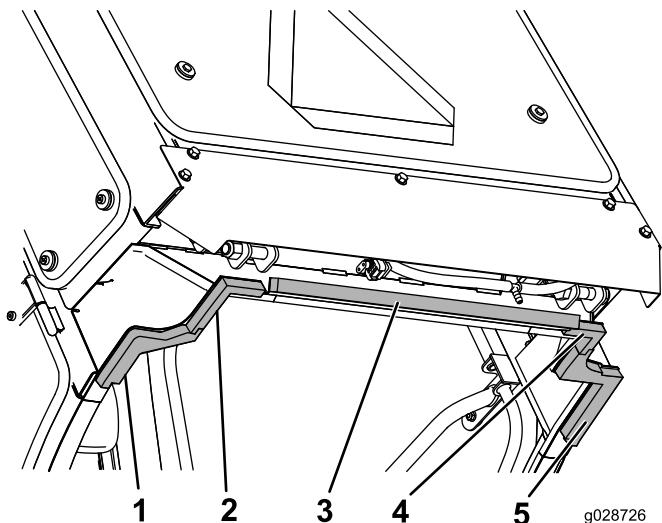

Figure 59
1. Centrez l'élément arrière sur le bord inférieur extrême arrière du panneau central (Figure 59).
2. Montez les éléments en mousse arrière gauche et arrière droit sur les coins intérieurs des pattes extérieures du panneau arrière (Figure 59).
3. Alignez les bords intérieurs des éléments en mousse centraux droit et gauche sur les éléments en mousse arrière droit et gauche, et verrouillez les pattes ensemble (Figure 59).